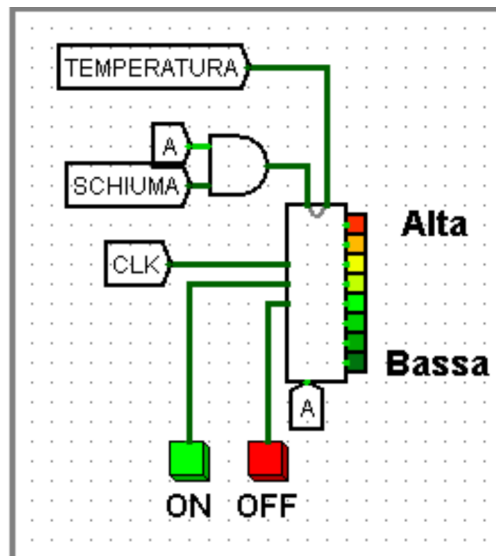

Figura 10: Notare le 2 tacche rosse in cima alla matrice che indicano la temperatura dell'acqua elevata
- La temperatura dell'acqua della macchina del caffè aumenta temporaneamente per produrre il vapore (fino all' accendersi dell'ultima riga della matrice led di destra e dunque all' attivarsi del tunnel TEMPERATURA che resetta la temperatura dell'acqua alla temperatura di esercizio. Figura 10)